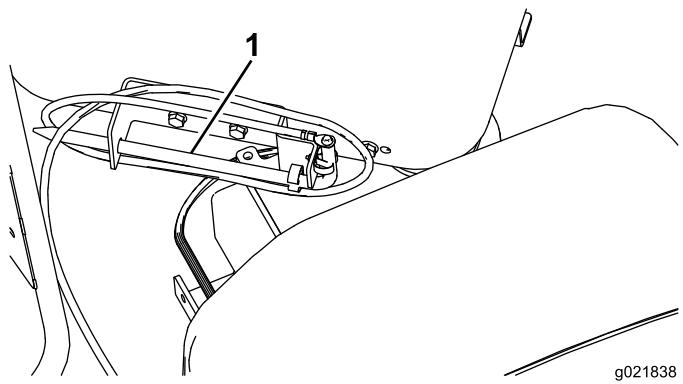

Bild 40
1. Nehmen Sie den Erdungsstab aus der Halterung an der Seite der Bedienerplattform (Bild 40).
2. Bewegen Sie den Antriebwagen auf dem Bohrrahmen ganz nach unten und sprühen Sie das Spindelgewinde mit Profilverbindungsmasse ein. Bringen Sie den Antriebwagen dann wieder an das obere Ende des Rahmens (Bild 40).